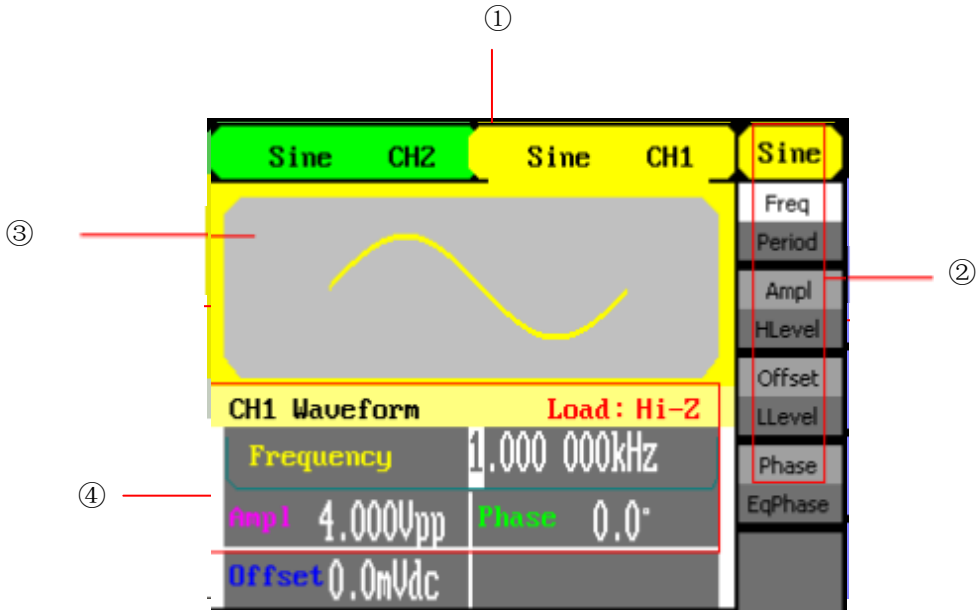

图 1-4 GX1000 用户界面
GX1000 系列函数/任意波形发生器的常规显示界面如图 1-4 所示。主要包括通道显示区、波形显示区、参数显示区和操作菜单区。通过操作菜单区我们可以选择需要更改的参数如频率/周期、幅值/高电平、偏移/低电平、相位等参数来输出所需要的波形。
- ①通道显示区
- ②操作菜单区
- ③波形显示区
- ④参数显示区
如图 1-4 所示，在④参数显示区中包括 frequency（频率）、Ampl（幅值）、Phase（相位）和 Offset（偏移量）等参数，用户可在②操作菜单显示区中通过数字键、旋钮、方向键和对应的功能键来修改相应的参数值。